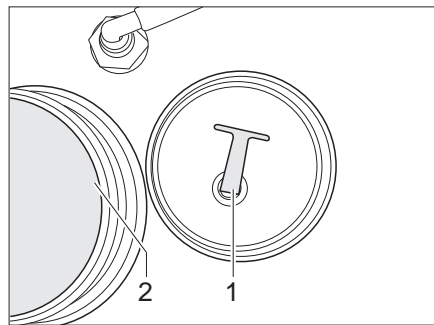

Bild 247 Verschluss-Stopfen
- Den Verschluss-Stopfen (Bild 247,1) aus der Ablassöffnung (Bild 247,2) heraus-schrauben.